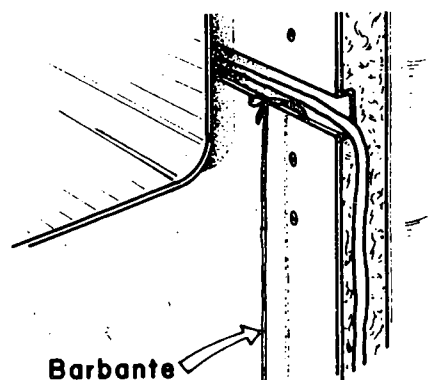

Fig. 4
- d Amarre o barbante na extremidade do bulbo (fig. 4).